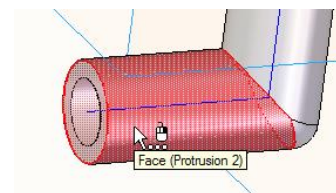

Fig. 8.25 Selecție cilindru
- selectam cilindrul (fig. 8.25)